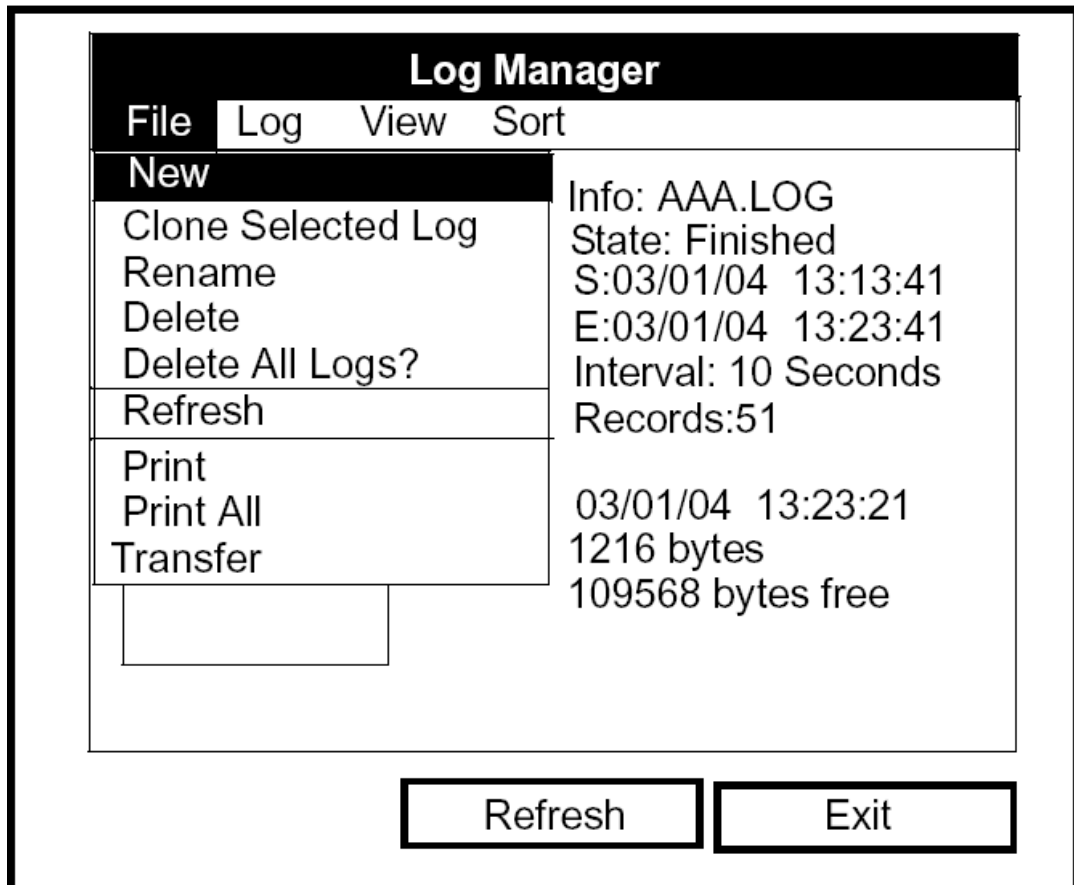

Рис. 8-3: Меню File в программе Log Manager
Меню File позволяет не только создавать новые журналы данных, но также копировать, переименовывать или удалять журналы, а также выводить их на печать или передавать в PC. Для открытия меню File из программы Log Manager нажмите клавишу [MENU], а затем – клавишу [ENTER]. На экран будет выведено изображение, подобное приведенному ниже на рис. 8-3.
- Путем перемещения к опции New в меню File программы Log Manager (как показано на рис. 8-3 на стр. 8-4) и нажатия клавиши [ENTER].
1. Во-первых, выберите журнал в окне Log Manager, который Вы хотите скопировать (см. рис. 8-3 на стр. 8-4).
1. Во-первых, выберите журнал в окне Log Manager, который Вы хотите переименовать (см. рис. 8-3 на стр. 8-4).
1. Во-первых, выберите журнал в окне Log Manager, который Вы хотите удалить (см. рис. 8-3 на стр. 8-4).